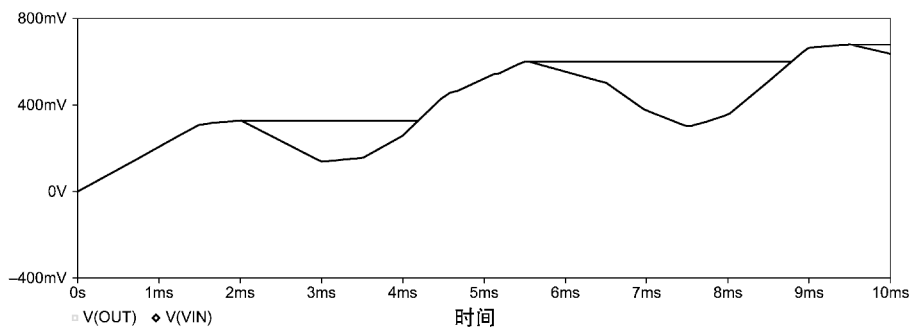

图 7.20 峰值检测电路输入输出电压随时间变化波形
12. 将电压探针放置于 in、out 输入和输出节点，然后对电路运行瞬态仿真分析。如图 7.20 所示为输入电压 V_{in} 随时间变化时峰值检测电路的输出响应。